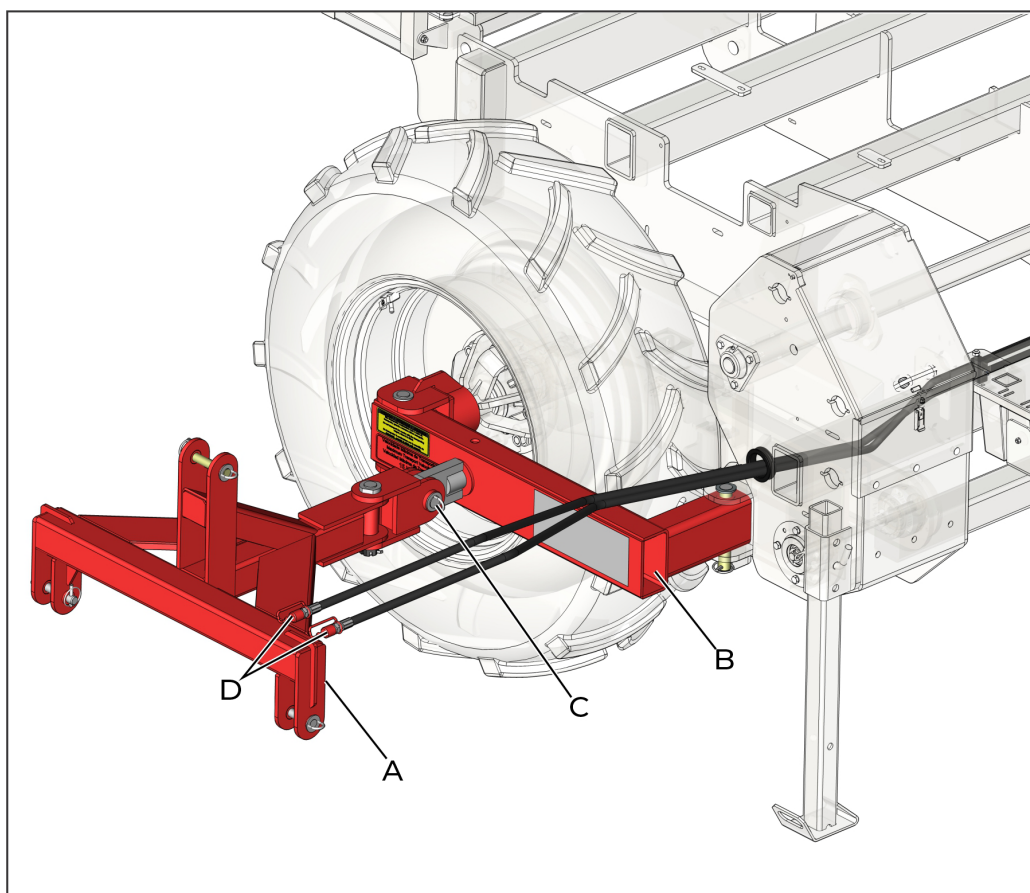

fig. 42
Monte la estructura de elevación (A) (fig. 42) en el lado derecho de la sembradora, fijándola al cabezal de transporte (B) (fig. 42) con el perno (C) (fig. 42).